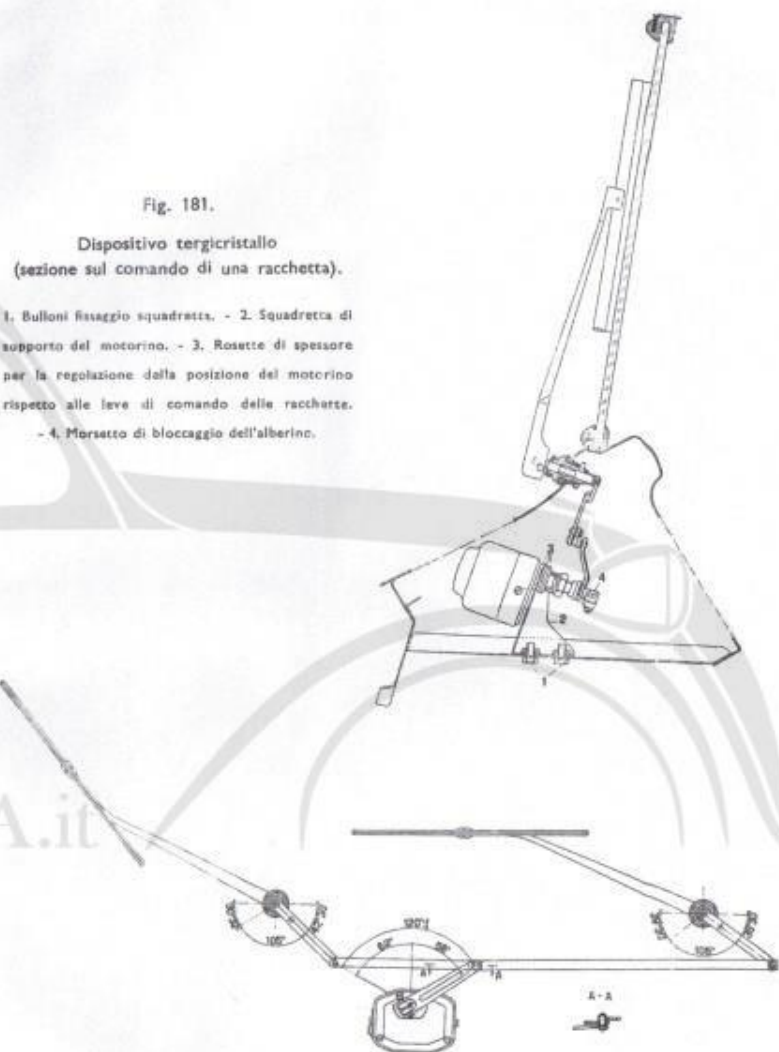

Fig. 181.
Qualora si renda necessaria la sostituzione del motorino elettrico di azionamento delle racchette, è necessario, dopo aver allentato il bulloncino che fissa la leva (fig. 181) all'alberino del motorino, sfilare detta leva. Quindi occorre togliere i due bulloni che fissano la squadretta (fig. 181) al cruscotto per poter asportare il motorino con la squadretta.
La squadretta (2, fig. 181) sulla quale è montato il motorino, può trovarsi in posizione arretrata rispetto ai perni delle racchette per cui i leveraggi non lavorano su piani paralleli e forzano, malgrado le inclinazioni permesse dai giuochi nei perni. La stessa squadretta può risultare fissata mediante i bulloni (1) al puntone di base con una inclinazione inadeguata. Anche i perni delle racchette non sempre possono avere la stessa inclinazione e nè essere paralleli fra loro.